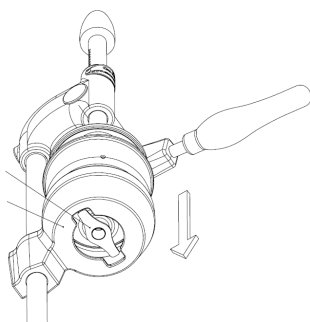

Bild 7
- Den Saftbehälter **(43/54)** und Presskegel **(42/53)** wie im Bild 7 abgebildet einsetzen.